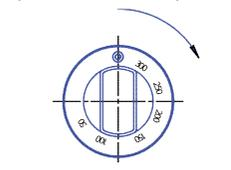

Рисунок 6 — Вращение по часовой стрелке
- ручной термостата задать температуру, необходимую для приготовления блюда (см. рисунок 6);